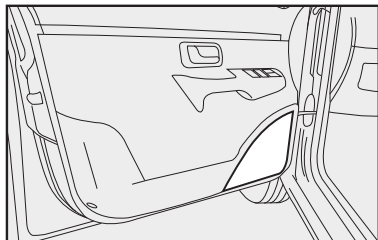

fig. 98
- alto-falantes na porta dianteira **fig. 98.**